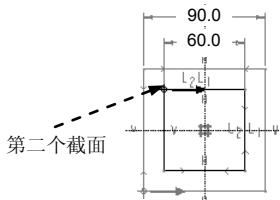

图 5.26.7 截面图形
(1) 在绘图区右击，从弹出的快捷菜单中选择 **草绘截面** 命令（或选择下拉菜单 **草绘 (S)** → **特征工具 (T)** → **草绘截面 (T)** 命令）。
(2) 绘制并标注草绘截面，如图 5.26.7 所示。